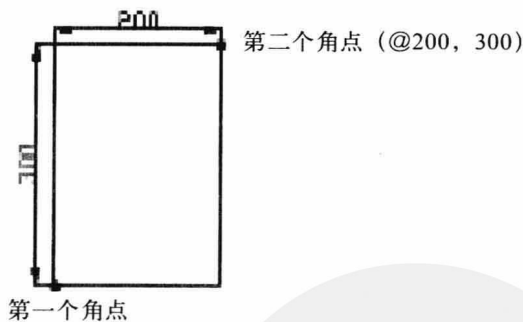

图 3-3-1
(1) 单击“常用”选项卡，在“绘图”面板中单击“矩形”按钮，或者选择菜单命令“绘图/矩形”。
(2) 命令行提示“指定第一个角点或[倒角 (C) / 标高 (E) / 圆角 (F) / 厚度 (T) / 宽度 (W)]”，在视图任意位置单击创建第一个角点。
(3) 命令行提示“指定另一个角点或[面积 (A) / 尺寸 (D) / 旋转 (R)]”，输入另一个角点的相对坐标值“@200, 300”，按Enter键，矩形创建完成，如图3-3-1所示。